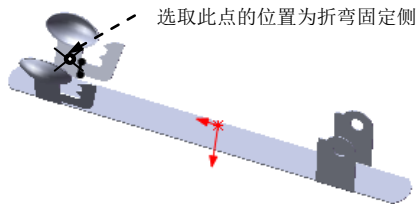

图 15.4.42 固定侧的位置
③ 选择下拉菜单 **插入(I)** → **退出草图** 命令，退出草图环境，此时系统弹出“绘制的折弯”对话框。
(3) 定义折弯固定侧。在图 15.4.42 所示的位置处单击，确定折弯固定侧。
(4) 定义钣金参数属性。在 **折弯参数(P)** 区域的  文本框中输入折弯角度值 85.0。在 **折弯位置:** 区域中单击“折弯在外”按钮。
(5) 单击 按钮，完成绘制的折弯 1 的创建。